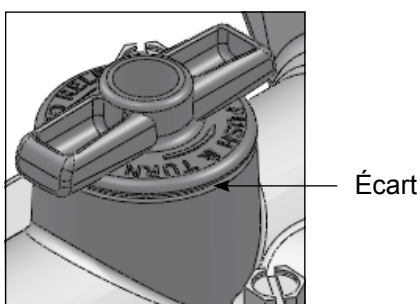

Figure 1.4
- Une fois la pompe sous pression, le bouchon sautera légèrement vers le haut engageant le verrou de sécurité (**Figure 1.4**), ce qui empêche le démontage accidentel. Bien que les bouchons puissent être enlevés sous pression, l'opérateur doit volontairement pousser le bouchon puis, tout en maintenant le bouchon, le tourner dans le sens antihoraire. Il est possible d'annuler à tout moment le retrait du bouchon.